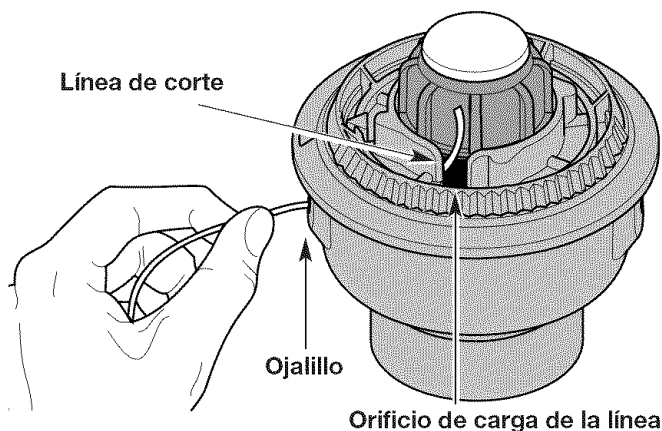

Fig. 15
NOTA: Antes de instalar nueva línea de corte en el carrete existente, saque la línea vieja de la cabeza RapidRewind tirando de la línea a través de los orificios de carga de línea o de cierre (Vea las Fig. 15 y 16 para ubicar los orificios).
2. Inserte 10 pies (3 m) de línea de corte en uno de los dos ojallillos y empuje la línea a través del orificio de carga de línea del carrete (Fig. 15). No doble la línea cuando la